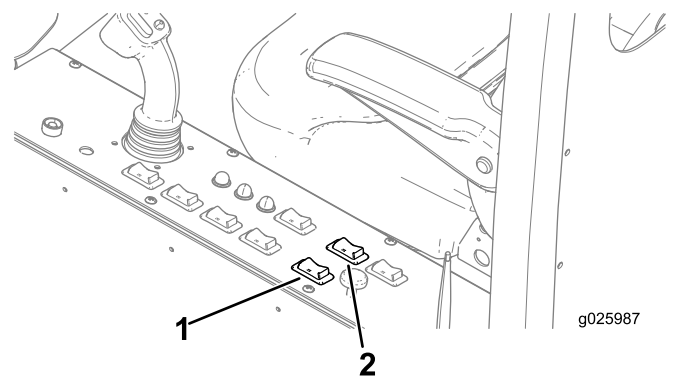

Figure 50
1. Appuyez sur l'arrière de l'INTERRUPTEUR À BASCULE D'ORIENTATION (jusqu'à l'arrêt de la cabine) pour amener la cabine à la position de FORAGE (Figure 50).
2. Appuyez sur l'arrière de l'INTERRUPTEUR À BASCULE DE ROTATION pour faire tourner la cabine à la position de forage voulue (Figure 50).
1. Appuyez sur l'avant de l'INTERRUPTEUR À BASCULE DE ROTATION (jusqu'à l'arrêt de la cabine) pour faire pivoter la cabine à la position de TRANSPORT (Figure 50).
2. Appuyez sur l'avant de l'INTERRUPTEUR À BASCULE D'ORIENTATION (jusqu'à l'arrêt de la cabine) pour amener la cabine à la position de TRANSPORT (Figure 50).